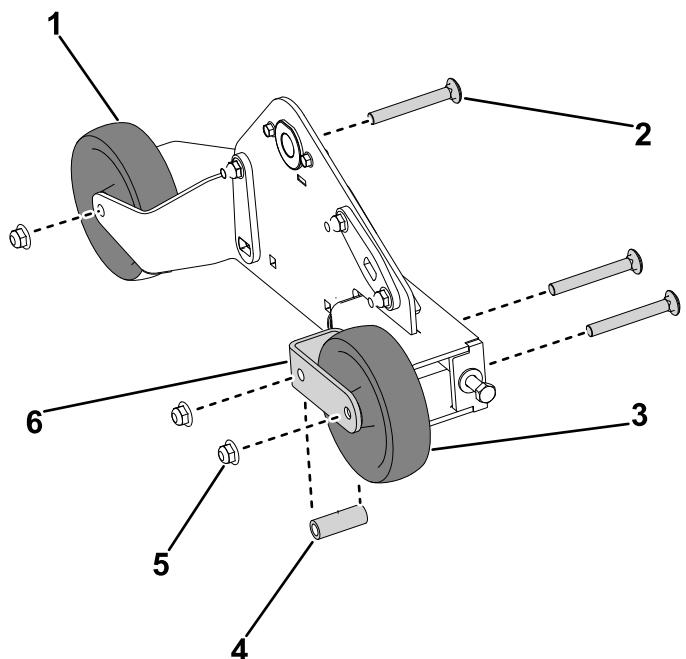

Рисунок 30
6. Подсоедините сохраненную вилку опорного катка к опоре гусеницы, закрепите, не затягивая, при помощи каретного болта (3/8 x 3 дюйма) и контргайки (3/8 дюйма) (Рисунок 30).
7. Подсоедините сохраненный правый опорный каток к вилке опорного катка и опоре гусеницы, закрепите, не затягивая, при помощи каретного болта (3/8 x 3 дюйма), втулки натяжителя и контргайки (3/8 дюйма) (Рисунок 30).
8. Подсоедините левый опорный каток к опоре гусеницы, закрепите при помощи каретного болта (3/8 x 3 дюйма), втулки натяжителя и контргайки (3/8 дюйма) (Рисунок 30).